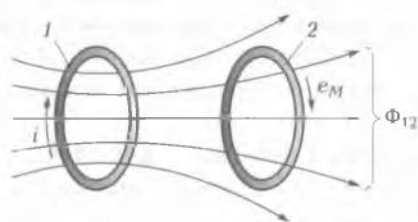

Рис. 3.11. Взаимная индукция:
Если две индуктивные катушки находятся на некотором расстоянии друг от друга (рис. 3.11) и по одной из них (1) проходит изменяющийся ток, то часть магнитного потока, возбуждаемая этим током, пронизывает витки второй индуктивной катушки (2) и в ней возникает ЭДС, называемая **ЭДС взаимной индукции**.
Если два замкнутых контура или две индуктивные катушки 1 и 2 (см. рис. 3.11) сцеплены с общим магнитным потоком Φ_{12} , то такие контуры и индуктивные катушки называют **индуктивно-** или **магнитно-связанными**.